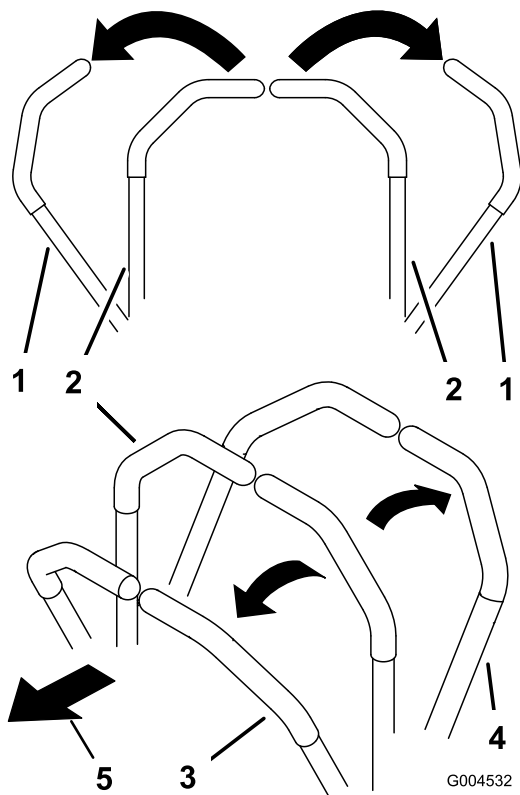

Bild 20
- Schieben Sie für das Vorwärtsfahren die Fahrtriebshebel langsam vorwärts (Bild 20).
- Ziehen Sie zum Rückwärtsfahren die Fahrtriebshebel langsam nach hinten (Bild 20).
- Zum Wenden, ziehen Sie beide Hebel nach hinten, um die Maschine zu verlangsamen; schieben Sie dann einen Hebel an der entgegengesetzten Seite zur Wenderichtung nach vorne (Bild 20).